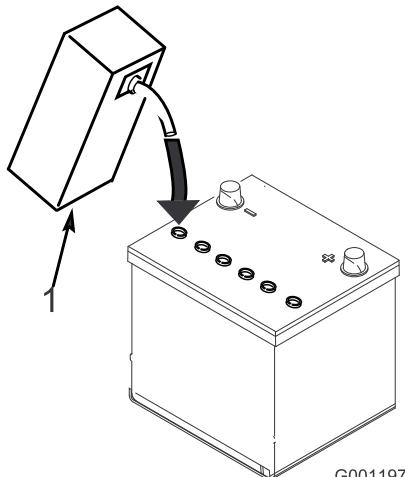

Figura 6
5. Riempite con cautela ciascun elemento finché il livello dell'elettrolito non copre le piastre con 6 mm circa di fluido (Figura 6).